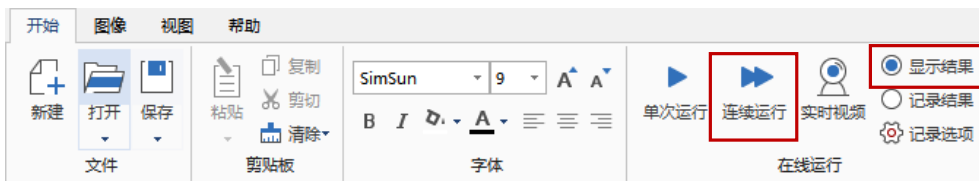

图 3-13 运行
2. 在【开始】选项卡的【在线运行】组中，先勾选【显示结果】，然后单击【连续运行】按钮。如图 3-13 所示。